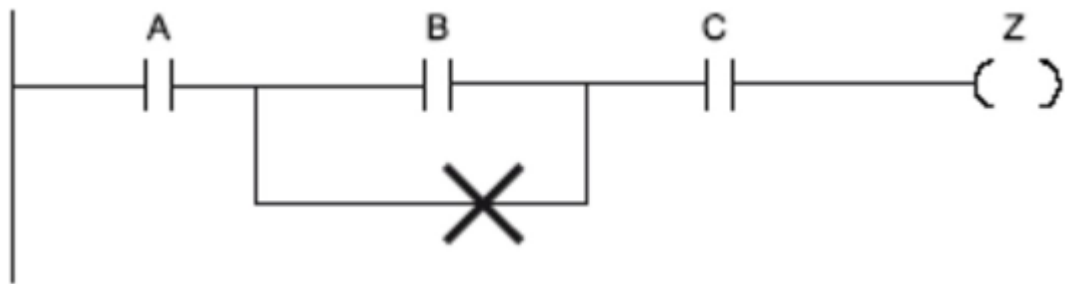

Рис.4 Запрещенное соединение: короткое замыкание
– Вы не можете создать разветвление, вызывающее короткое замыкание (рис.4).